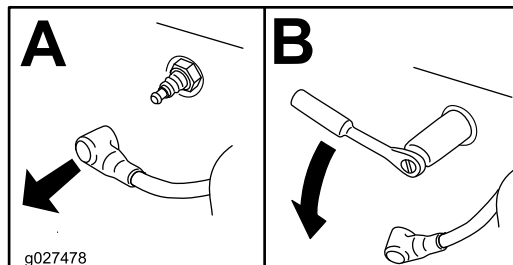

Figure 26
4. Déposez la ou les bougies, comme montré à la Figure 26.